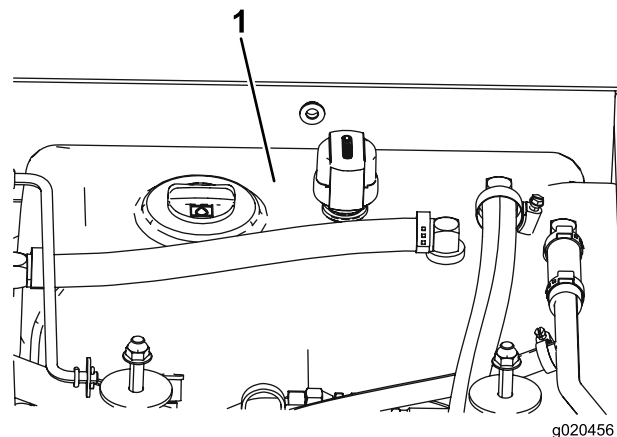

Figure 76
4. Remplissez le réservoir (Figure 76) de liquide hydraulique ; voir Contrôle du niveau de liquide hydraulique (page 59).